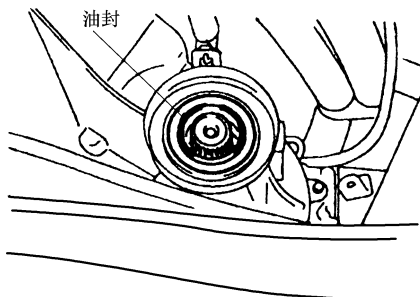

图 3-147 安装分动器的油封唇部
3) 如图 3-147 所示，安装传动轴注意不要损伤分动器和分动器的油封唇部。